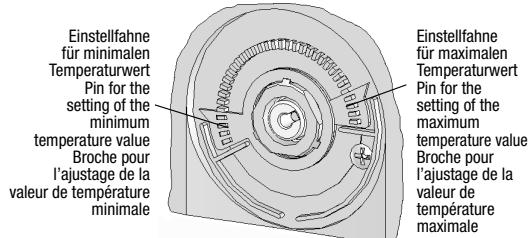

Bild 2 / picture 2 / illustration 2
Der Raumtemperaturregler erfasst mit einem innenliegenden Bimetallfühler die Raumtemperatur und regelt entsprechend dem eingestellten Sollwert. Die Reglertypen RTBSB-201.023 und RTBSB-201.062 verfügen über einen „EIN/AUS“-Schalter, der Typ RTBSB-201.062 zusätzlich über eine rote Lampe „Heizen“. Der RTBSB-201.075 verfügt über einen Schalter „Absenken/Tag/Uhrbetrieb“ und eine grüne Lampe „Absenkbetrieb“. Der RTBSB-201.065 wurde speziell für 2-Rohr-Leitungssysteme entwickelt und verfügt für den gemeinsamen Heiz-/Kühlaustritt über einen Heiz-/Kühl-Umschalter. Durch eine thermische Rückführung wird eine sehr genaue Schaltifferenz erreicht. Bereichseingang siehe Bild 2. Bei Beschalten der Klemme (D) mit 230 V~ wird auf eine um ca. 3K geringere Temperatur geregelt (Nachtabsenkung).